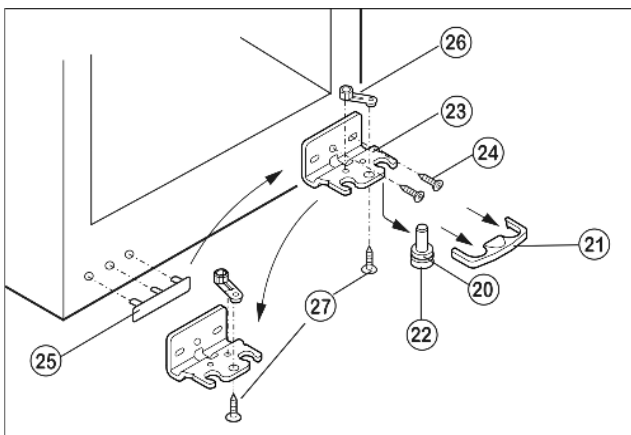

Fig. 5
- ▶ Нижнюю крышку Fig. 5 (21) снимите движением вперед.
- ▶ Вытяните опорный палец Fig. 5 (22) вниз и вперёд. При этом следите за гнездом шарнира Fig. 5 (20).
- ▶ Открутите опорный кронштейн Fig. 5 (23) (2 шт. Torx 25) Fig. 5 (24).
- ▶ Открутите опорную деталь Fig. 5 (26) (1 Torx 25) Fig. 5 (27) и, переставив в отверстие на противоположной стороне опорной подставки, снова прикрутите.
- ▶ Снимите и переставьте крышку Fig. 5 (25) со стороны ручки.
- ▶ Снова прикрутите опорную подставку Fig. 5 (23) на новой стороне шарнира, при необходимости с помощью аккумуляторного шуруповерта через внешний продольный паз и круглое отверстие.
- ▶ Снова слегка наклоните устройство назад и переставьте опорный палец Fig. 5 (22).
- ▶ Снова защелкните крышку Fig. 5 (21).